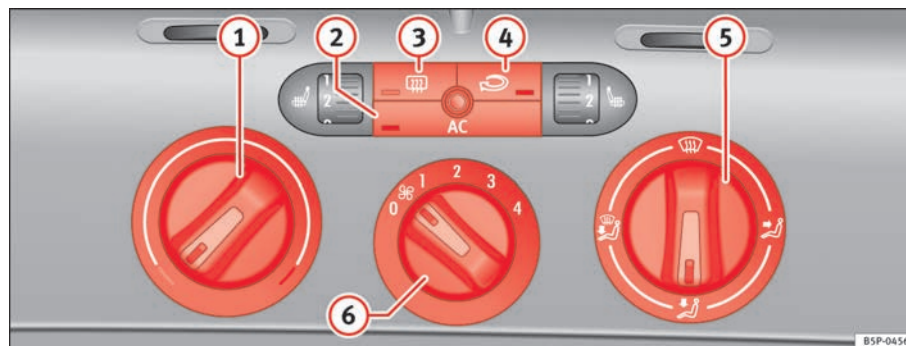

Fig. 128 Mandos del Climatic en el tablero de instrumentos
- Con los reguladores ⇒ fig. 128 (1) y (5) y con el mando (6) se regula la temperatura, la distribución del aire y la velocidad de la turbina.
- Pulse la tecla (2), (3) o (4) para activar o desactivar la función correspondiente. Cuando la función está activa, la ventana situada en la esquina inferior de la tecla se ilumina.
- (1) Regulador de temperatura ⇒ página 164
- (2) Tecla **AC** – Encender o apagar el grupo refrigerador ⇒ página 164
- (3) Tecla – Luneta térmica. Esta función se apaga automáticamente aproximadamente 20 minutos después de haberla conectado. Se puede desconectar antes pulsando de nuevo la tecla.
- (4) Tecla – Recirculación de aire ⇒ página 166
- (5) Regulador de la distribución de aire ⇒ página 164
- (6) Mando de la turbina. El caudal de aire tiene 4 niveles de ajuste. La turbina debería funcionar siempre en el nivel más bajo cuando se circule a poca velocidad.
- Encienda el climatizador con la tecla ⇒ **página 163, fig. 128**